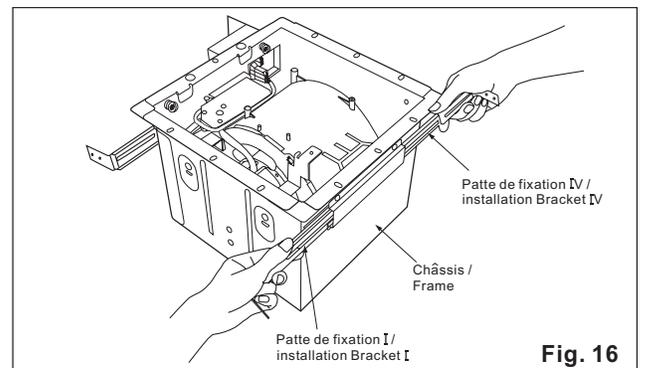

Fig. 16
3. Insérer les pattes de fixation I et IV dans la fente (voir Fig.16).
3. Insert the installation brackets I and IV into slot. (Fig.16)